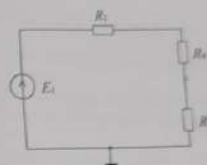

Рис. 1.8. Нерастветленная электрическая цепь
2. Рассчитать токи ветвей и падения напряжения на резисторах для схем на рис. 1.8–1.10 в соответствии с номером варианта. Примеры вариантов приведены в табл. 1.1. Конкретные значения параметров варианта для каждой подгруппы задаются преподавателем. Если задано отрицательное значение параметра, то направление источника изменяется на противоположное по сравнению с обозначенным на схеме. Рассчитанные значения занести в табл. 1.2.
3. Для схем рис. 1.8–1.10 построить потенциальные диаграммы (для внешних и одного внутреннего контура).
1. Собрать схему, изображенную на рис. 1.8.